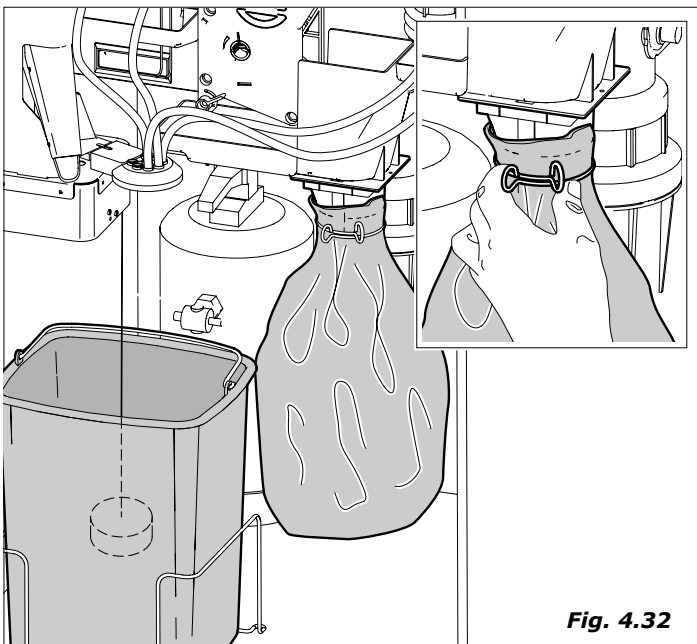

Fig. 4.32
- introducir la bolsa de plástico envolviéndola en la rampa y bloquearla con el resorte (fig. 4.32).
Asegurarse de que el balde de recolección de líquidos esté en posición (Fig. 4.32) y vaciarlo periódicamente.